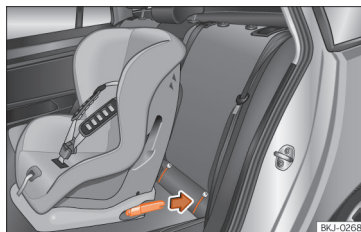

Abb. 39 Rücksitze: Einbau des Kindersitzes mit dem ISOFIX-System.
- Schieben Sie den Kindersitz auf die ISO-FIX/i-Size-Halteösen, bis er hörbar einrastet »» (Abb. 39). Wenn der Kindersitz über eine Top Tether-Verankerung verfügt, befestigen Sie ihn an der entsprechenden Öse »» S. 62. Befolgen Sie die Anweisungen des Kindersitzherstellers.